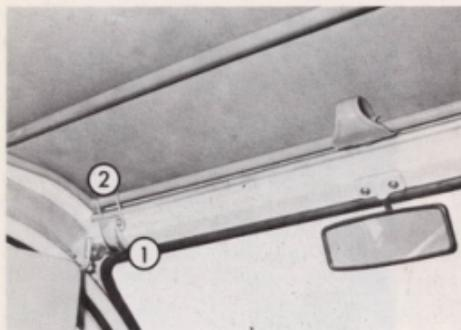

Fig. 24 - Ouverture avant de la capote
- Faire pivoter les leviers (Fig. 24, Rep. 1), pour dégager les crochets de maintien (Rep. 2).
- Le verrouiller au moyen des crochets (Fig. 24, Rep. 2)